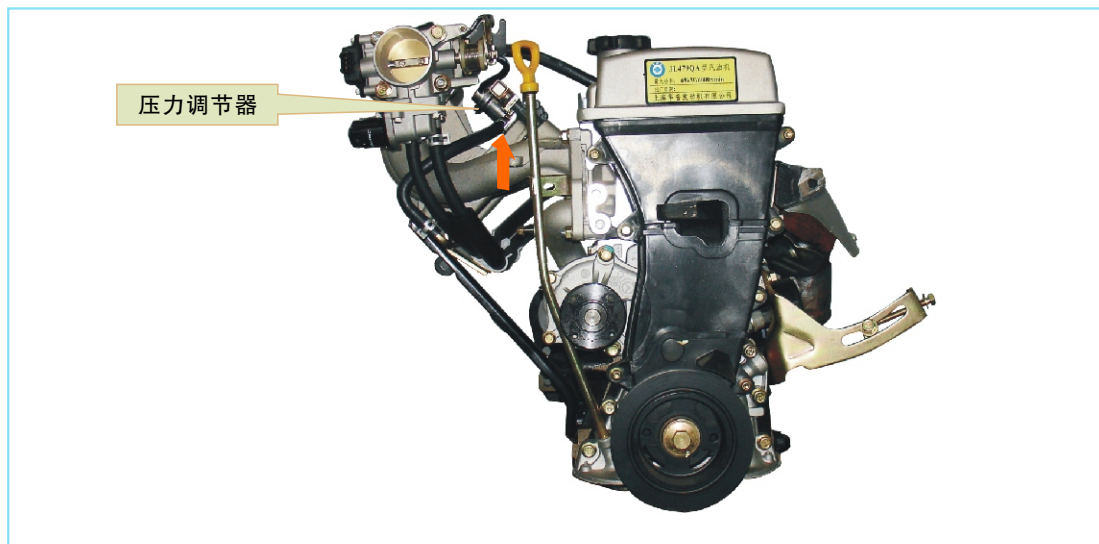

图2-141 燃油返回软管连接到压力调节器上
①用2个螺母，将冷却水旁通软管与燃油返回软管安装到进气歧管上，紧固扭矩： $10.2\text{N} \cdot \text{m}$ 。
②将燃油返回软管连接到燃油压力调节器上（图2-141）。